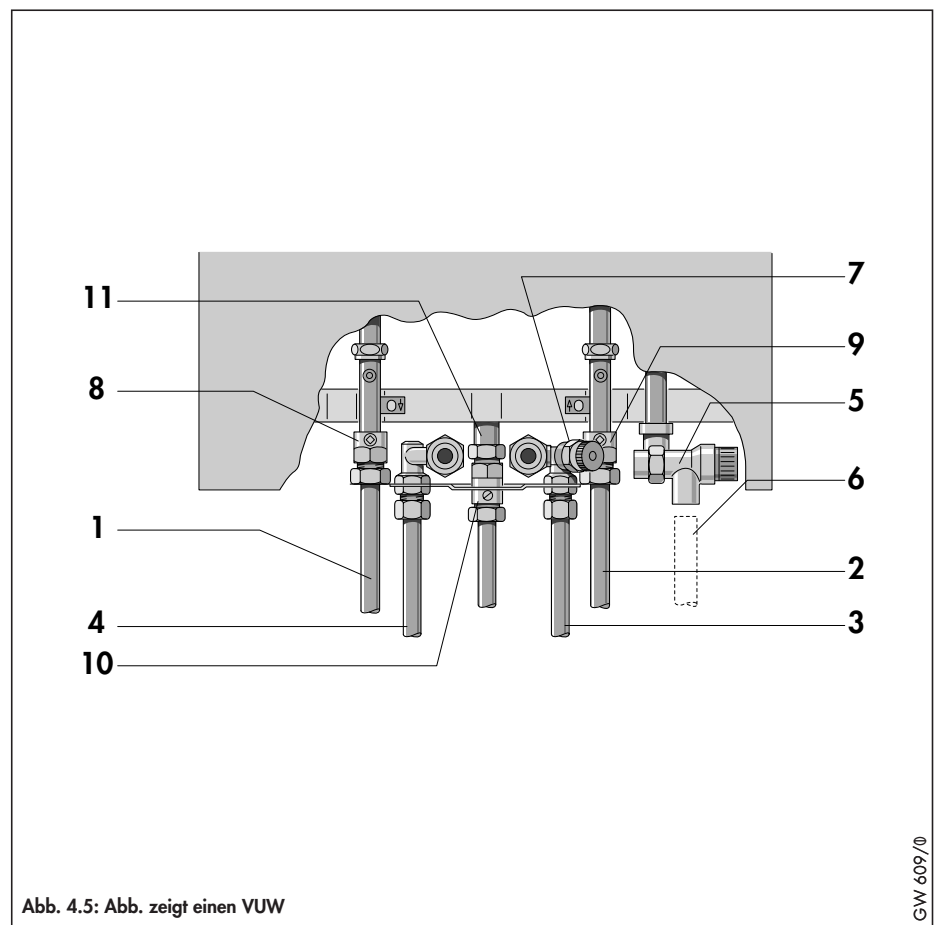

Abb. 4.5: Abb. zeigt einen VUV
4.5.3 Rohranschlüsse (Abb. 4.5)
Abb. 4.5 zeigt die Anschlüsse für Heizung, Warm- und Kaltwasser* und das Sicherheitsventil.
Im Lieferumfang des Gerätes ist ein Gasabsperrhahn, Größe R 3/4", enthalten (10, Abb. 4.5). Die 20 mm Rohrverschraubungen auf den Gasanschluß des Gerätes aufsetzen (11, Abb. 4.5) und festziehen. Gaszuführung 3/4" mit einem Durchmesser von installieren und am Gasabsperrhahn anschließen (hierbei ist darauf zu achten, daß die Gaszuführung ausreichend dimensioniert ist, so daß bei vollem Durchsatz ein Gasdruck von 20 bzw. 25 mbar (G 20/G 25 gegeben ist).